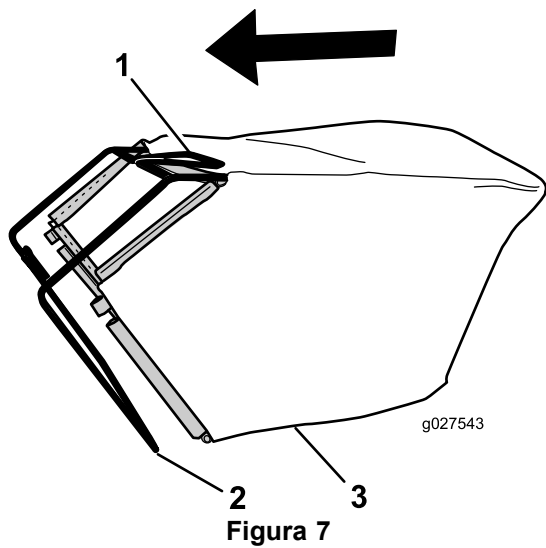

Figura 7
1. Deslize o saco de relva sobre estrutura como se mostra na Figura 7.
Nota: Não deslize o saco sobre pega (Figura 7).